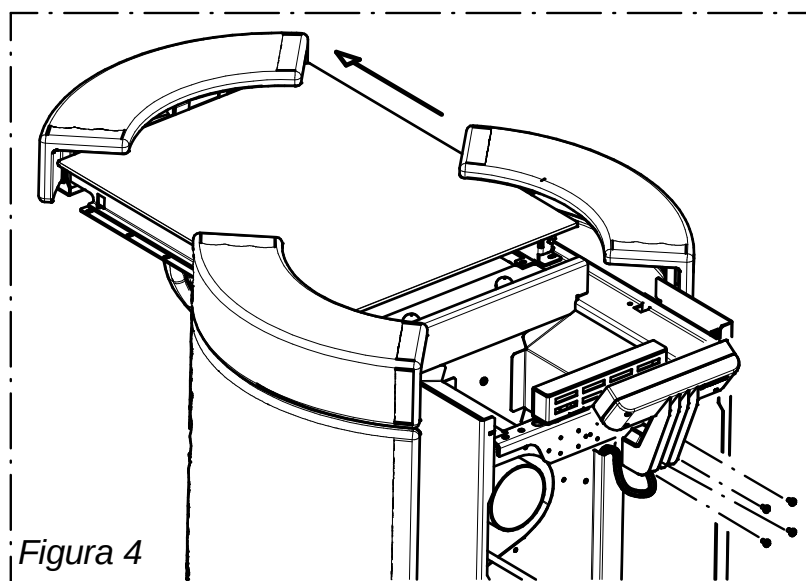

Figura 4
- Quitar la tapa del depósito (figura 4).
- Desenroscar los 4 tornillos del panel de mandos (figura 4).